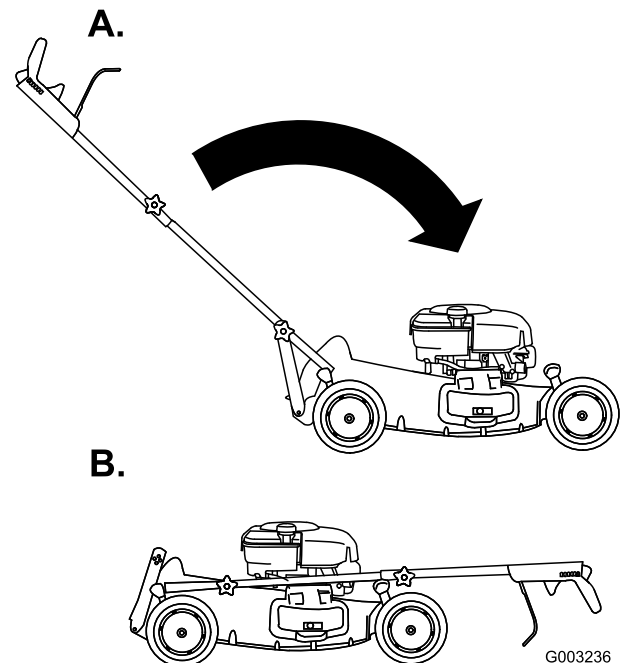

Bild 43
2. Drehen Sie den Griff nach vorne (Bild 43).